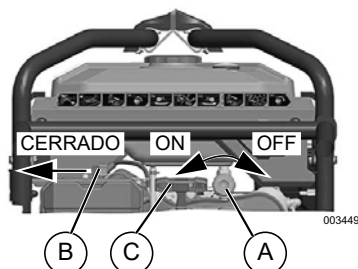

Figura 3-2. Controles del motor
3. Gire la válvula de cierre de combustible (A) en el sentido contrario a las agujas del reloj a la posición ON (Abierto). Consulte la Figura 3-2.
5. Mueva la palanca del cebador (B) a la izquierda hasta la posición Full CHOKE (Cebado completo). Consulte la Figura 3-2.
6. Consulte la Figura 3-2. Sujete la cuerda de arranque (C) y tire de ella ligeramente hasta que note que la resistencia aumenta. Tire rápidamente hacia arriba y hacia afuera.
4. Mueva la palanca del cebador (B) a la izquierda hasta la posición Full CHOKE (Cebado completo). Consulte la Figura 3-2.